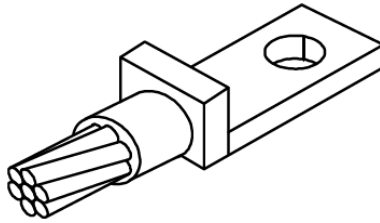

Figura 6 Ponchado en terminal tipo ojo según ET302 S49
- Ponchar las puntas con terminales tipo ojo según ET302 S49 como se muestra en la figura 6